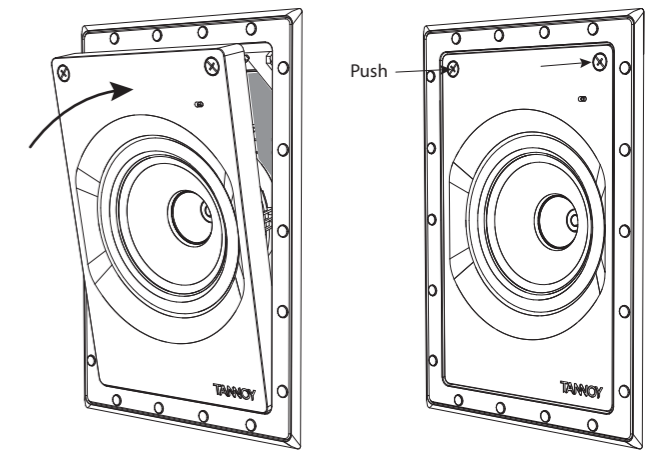

Fig. 13. Installing the Loudspeaker Assembly into the Frame
2. Segure o conjunto do alto-falante em ângulo e encaixe as duas patilhas salientes na sua extremidade inferior, nas duas ranhuras correspondentes da estrutura (Fig. 13).